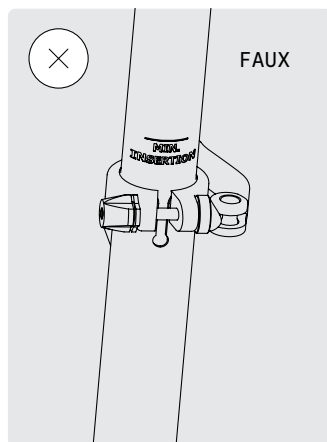

FIG. 35
- Veillez à ne pas trop insérer la tige de selle dans le tube de selle. Sur certaines tiges de selle, le tube s'étrangle dans sa partie supérieure et ne peut plus être serré correctement (Fig. 35, 36).